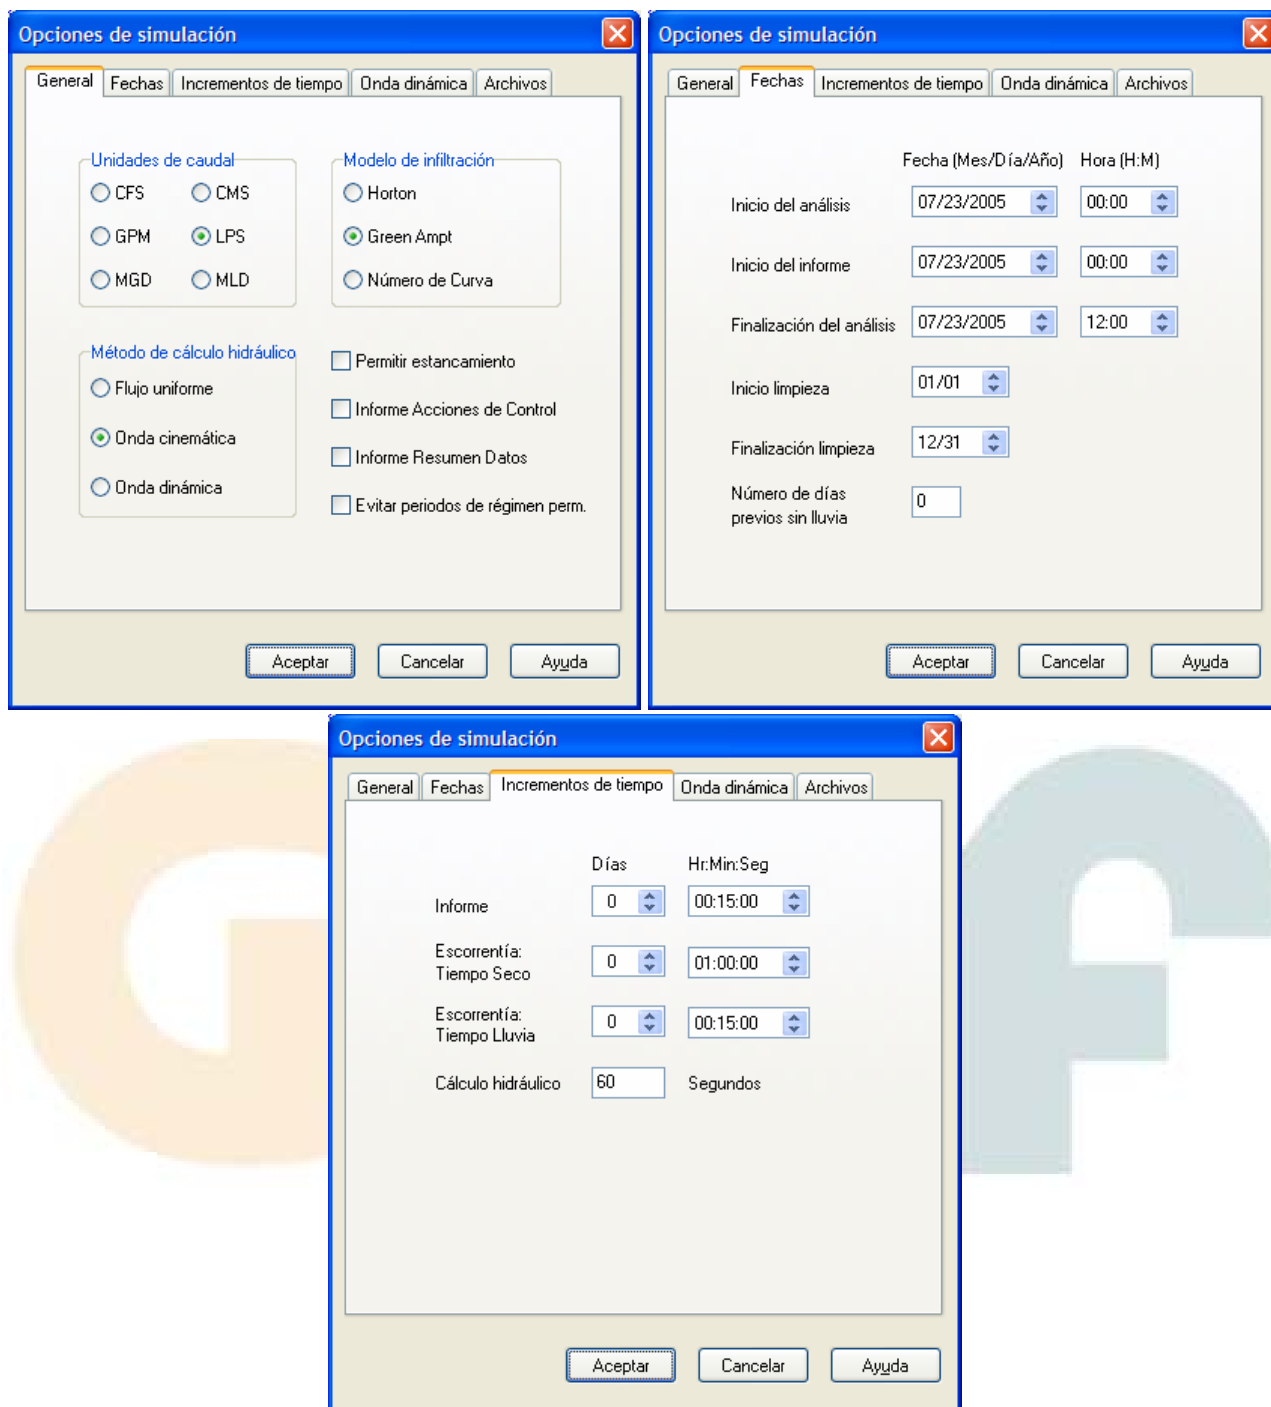

Figura 2.10. Ventana de diálogo para editar las Opciones de Simulación (Simulation Options).
2. En la página General de la ventana de diálogo de las Opciones de Simulación que aparece (ver Figura 2.10), seleccionar la opción Onda Cimenática como método de análisis del flujo. Las unidades de caudal deben seleccionarse a **LPS** (litros por segundo) y el método de infiltración empleado será el método de Green-Ampt. La opción Permitir Estancamiento no debe estar seleccionada.